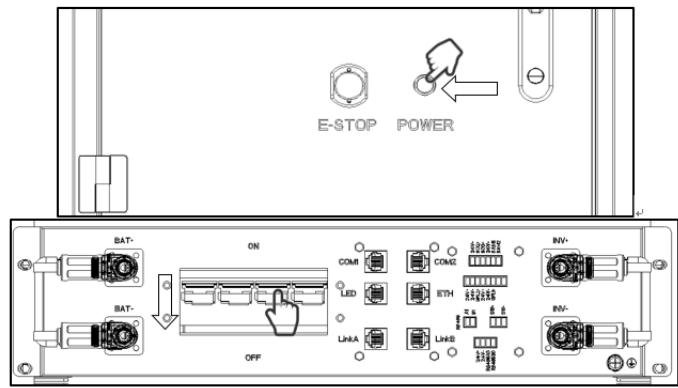

Abbildung 4.2.4
Schritt 5: Drücken Sie die POWER-Taste an der Fronttür 3 Sekunden lang, die grüne Betriebsanzeige erlischt, schalten Sie dann den Netzschalter des Hauptsteuerkastens aus, und das System wird heruntergefahren (Abbildung 4.2.4).